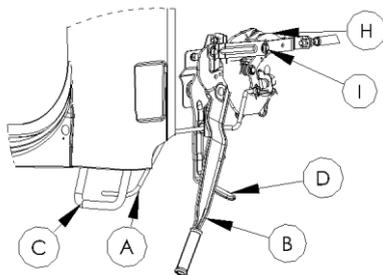

Рис. 1 Опрокидывание кабины
3. Порядок опрокидывания кабины (см. Рис. 1, ниже)
4. Порядок возврата кабины (см. Рис. 1, ниже)